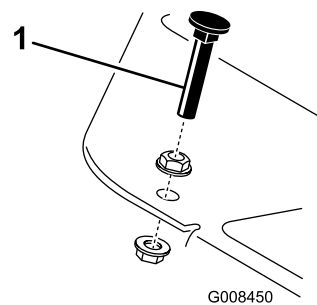

Figura 43
Carregue no pedal de tracção. Se o pedal entrara em contacto com o batente (Figura 43) antes de se sentir tensão no cabo, é necessário efectuar um ajuste:
1. Desaperte as porcas de bloqueio de cabeça de flange que fixam o batente do pedal à placa inferior (Figura 43).